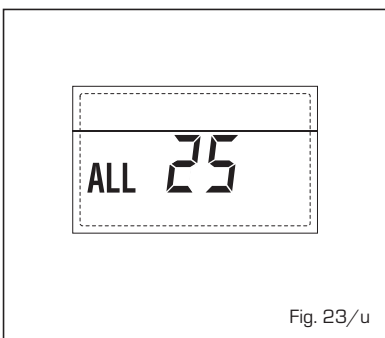

Fig. 23/u
- **ANOMALIA AVARIA SONDA SOLAR S3 "ALL 26"** (fig. 23/v)